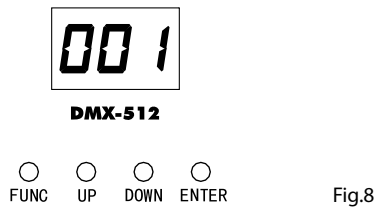

Fig.8
- Per poter entrare nella modalità DMX, premere il tasto FUNC fino a quando sul display non appare l'indirizzo DMX (fig.8).